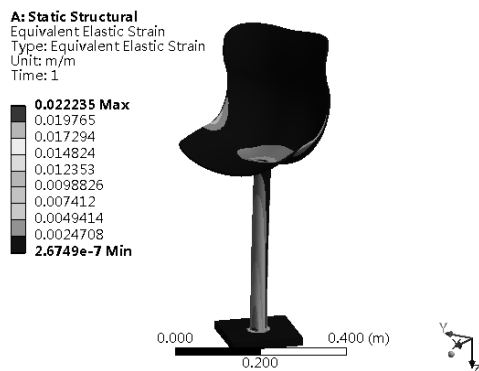

图 5-31 应变分析云图
Step7：选择 Outline（分析树）中 Solution（A6）下的 Equivalent Elastic Strain 选项，此时会出现如图 5-31